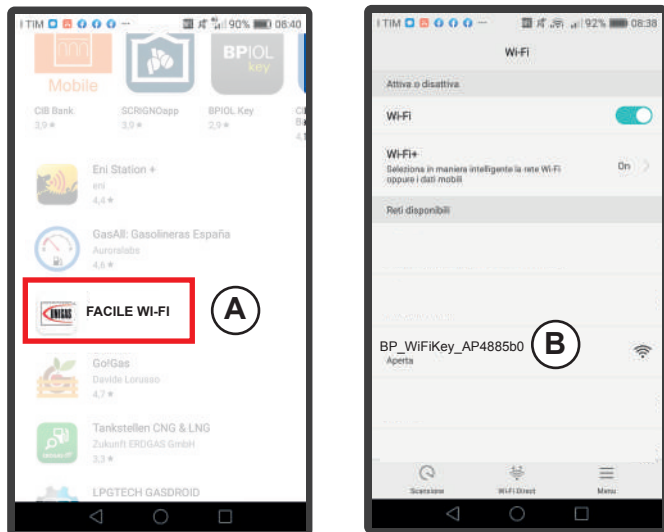

Рис.1
1.2 - Используя Android устройство (мобильный телефон или планшет), подключитесь к сети WI-FI (B), генерируемой WI-FI-модулем горелки (рис. 1). Имя сети, генерируемой модулем, показано на этикетке WI-FI модуля (рис. 2).